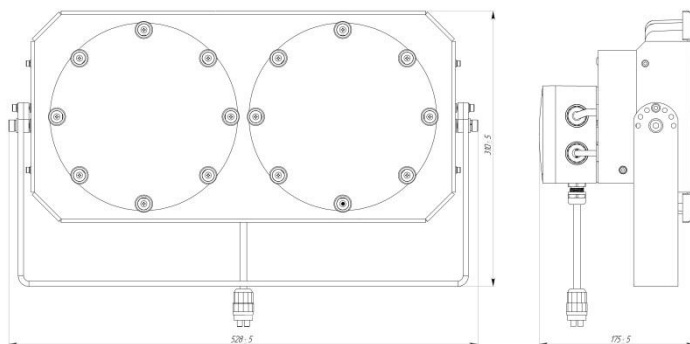

Рис.10.3 Габаритный чертеж светильника GALAD Бриг LED-80
2.2 Эксплуатация светильника должна производиться в соответствии с «Правилами технической эксплуатации электроустановок потребителей» и инструкцией по монтажу, представленной в разделе 10 настоящего Паспорта. Электромонтаж светильника производить в соответствии с разделом 10 (рис. 10.3) настоящего паспорта.